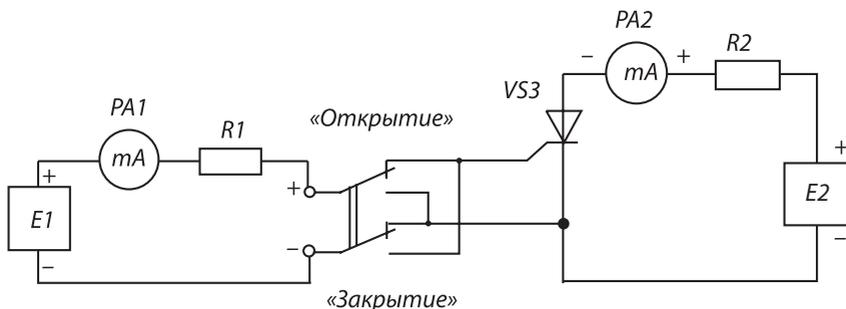

Рис. 4.2
8.1. Собрать схему рис. 4.2, установить $R1 = 100$ Ом, $R2 = 120$ Ом, включить $E1, E2$.